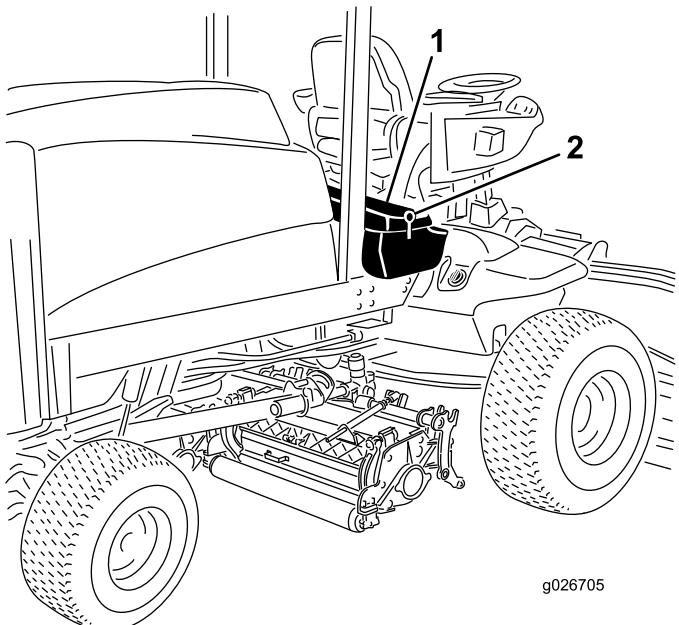

Figura 80
- Desbloqueie e eleve o painel da consola do operador (Figura 80).